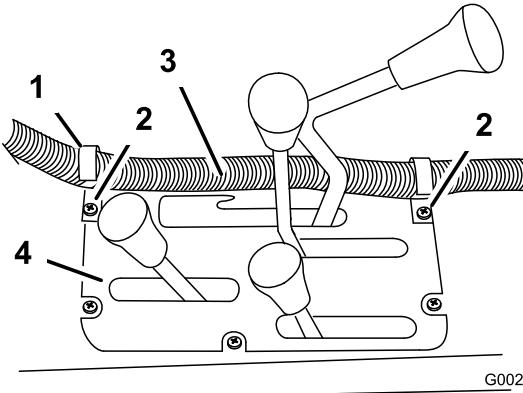
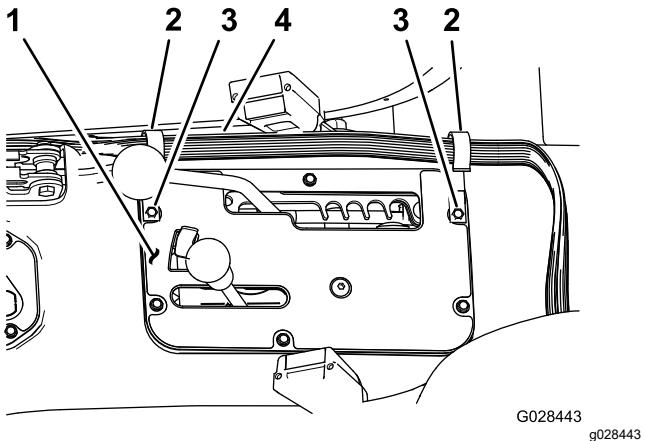

Figure 20
Figure 21
1. À l'aide des vis existantes, fixez les 2 clips en J dans la console centrale, aux emplacements indiqués à la Figure 20 ou la Figure 21.